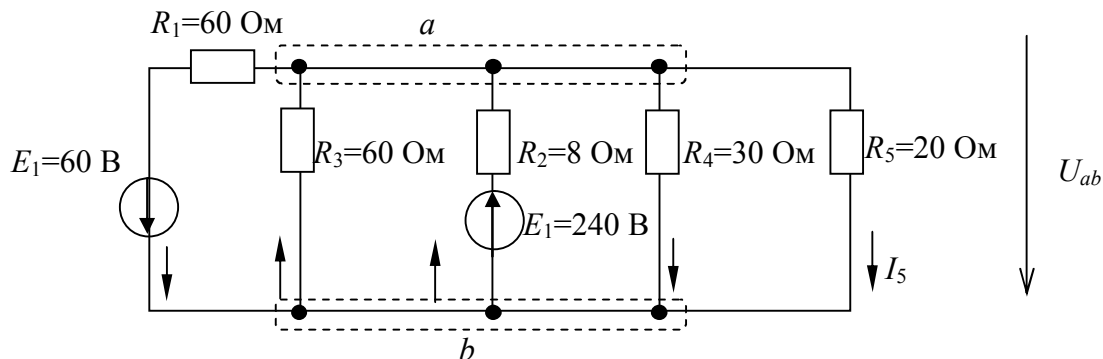

Рис. 2.5
**Задача 2.3.** Определить токи в ветвях электрической цепи методом междуузлового напряжения ( $R_i$ , Ом,  $E_j$ , В) (рис. 2.5.)
Потенциальные узлы отмечаются буквами с целью соблюдения знаков узловых токов, например,  $a$  и  $b$  (рис. 2.5), тогда искомое напряжение
Направления токов в ветвях выбираются произвольно (рис. 2.5), а их величины определяются согласно закону Ома для активного или пассивного участков цепи: